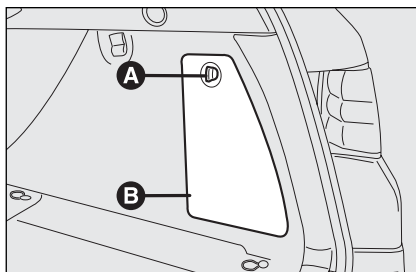

fig. 130
- ☐ gire el mando **A-fig. 130** y abra la tapa **B** ubicada en el lado derecho del maletero;